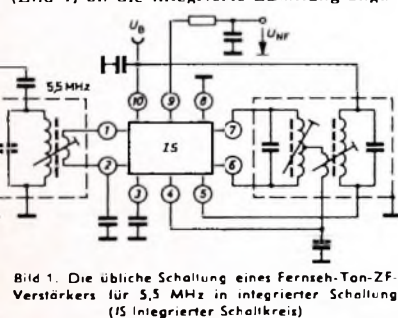

Bild 1. Die übliche Schaltung eines Fernseh-Ton-ZF-Verstärkers für 5,5 MHz in integrierter Schaltung (IS Integrierter Schaltkreis)
Im Frühjahr dieses Jahres ist auf dem amerikanischen Markt ein voll transistorbestücktes 12"-Fernsehgerät erschienen, das im Ton-ZF-Teil erstmals eine integrierte Schaltung (I) verwendet. Dieser in Silizium-Planar-Epitaxial-Technik hergestellte Schaltkreis enthält an Einzelementen 12 Transistoren, 12 Dioden und 14 Widerstände. Da bei dieser Schaltung jedoch das oben beschriebene herkömmliche Prinzip der Verstärkung, Begrenzung und Demodulation des Intercarriersignals zugrunde gelegt wurde, müssen die notwendigen Spulen und Schwingkreise von außen (Bild 1) an die integrierte Schaltung ange-